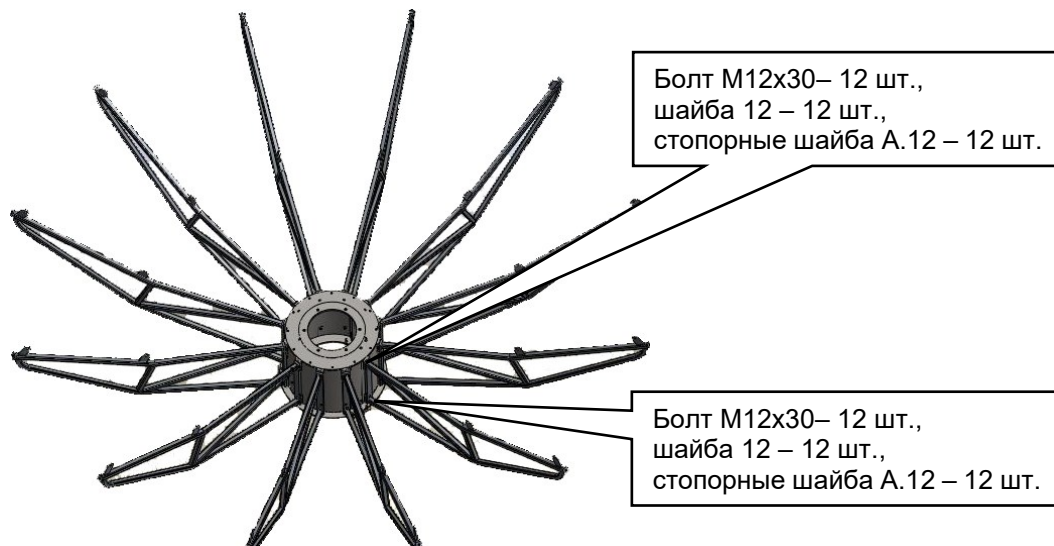
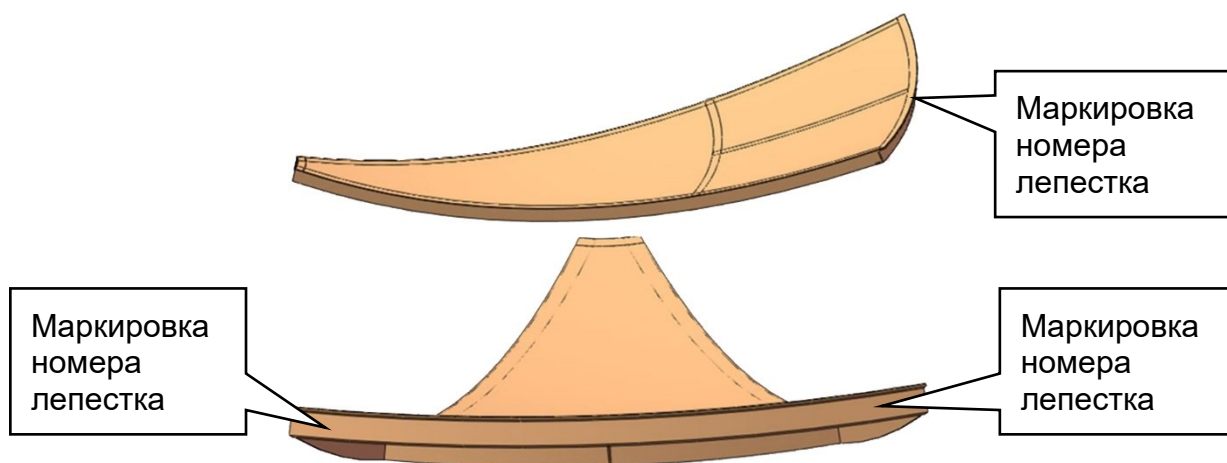
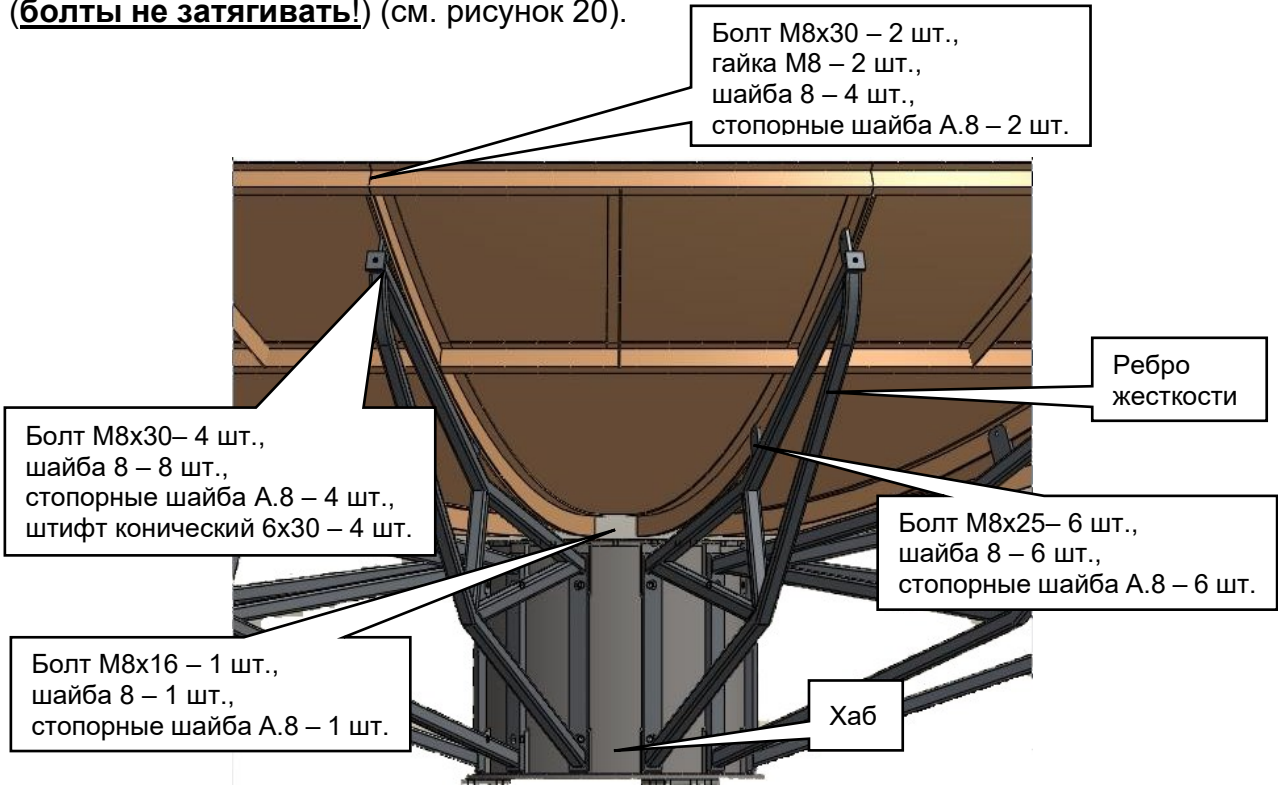

Рисунок 18 – Крепление ребер жесткости к хабу рефлектора
Рисунок 19 – Внешний вид лепестка рефлектора
Рисунок 20 – Крепление лепестка рефлектора к хабу и ребрам жесткости
8) Аккуратно, не допуская деформаций, установить сверху на сборку хаба (см. рисунок 18) лепестки рефлектора последовательно по номерам в соответствии с маркировкой на лепестках («1-1», «1-2» - 1-й лепесток, «2-2», «2-3» - 2-й лепесток, ... , «12-12», «12-1» - 12-й лепесток) (см. рисунок 19), закрепить лепестки на хабе при помощи болтов М8х16 и соответствующих плоских и стопорных шайб (**болты не затягивать!**) (см. рисунок 20).
9) Соединить соседние лепестки между собой и к соответствующему ребру жесткости по внешнему краю ребра при помощи 4 болтов М8х30 и соответствующих гаек и плоских и стопорных шайб и 4 штифтов конических 6х30 с внутренней резьбой (после соединения лепестков приложить их к одной стороне ребра жесткости, затем вставить конический штифт с обратной стороны) (**болты не затягивать!**) (см. рисунок 20).
и плоских и стопорных шайб (**болты не затягивать!**) (см. рисунок 20).
11) Соединить соседние лепестки между собой по внешнему краю при помощи 2 болтов М8х30 и соответствующих гаек и плоских и стопорных шайб (**болты не затягивать!**) (см. рисунок 20).